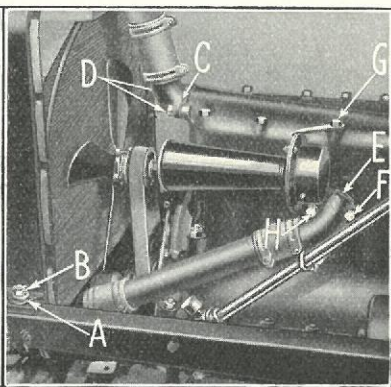

Fig. 104
- (c) Sæt de øverste Kravebøsninger (Fig. 104-A) paa Kølerpindboltene og spænd Kronemøtrikkerne til samt sikre med Splitter gennem Pindboltene.